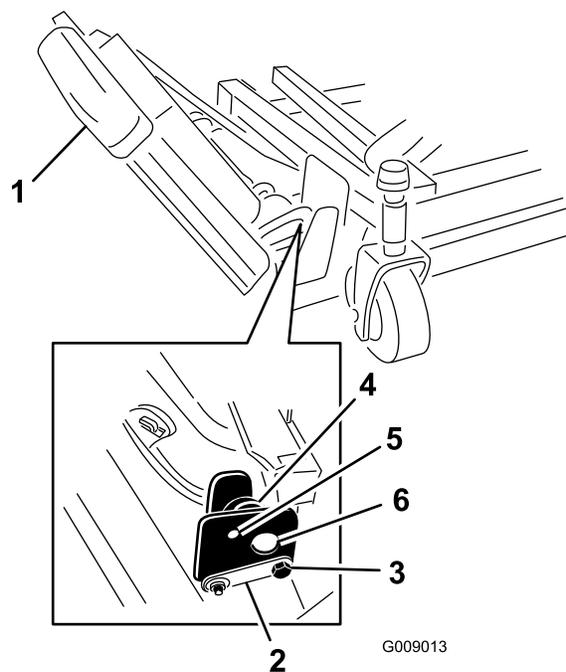

Рисунок 3
1. Выверните гайки, которые крепят передний и задний фиксирующие болты к опорам правого винглета деки (Рисунок 3).
2. Поддерживая правый винглет, снимите передний и задний фиксирующие болты с опор деки (Рисунок 3).